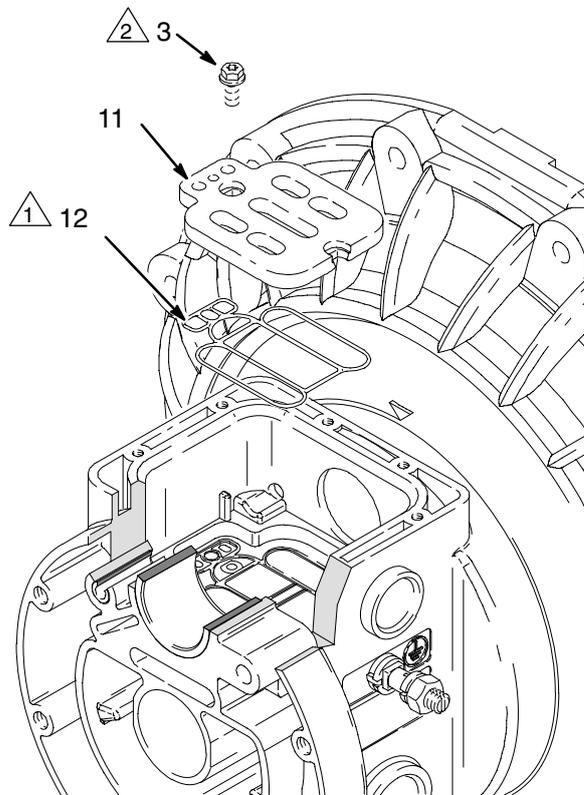

Abb. 5
2. Mit einem 7-mm-Steckschlüssel oder einem Torx®-Schraubenzieher T20 die Schrauben (3), den Luftventildeckel (5) und die Ventildeckeldichtung (20) entfernen.
3. Das Hauptventil (6) in die Mittelstellung bringen und aus dem Hohlraum ziehen. Den Ventilkopf (21) und O-Ring (22) aus dem Mitnehmer ausbauen. Mit einer Nadelzange das Schaltventil (16) gerade nach oben und aus der Kammer ziehen.
4. Die beiden Stellmotorkolben (7) aus den Lagern (8) ziehen. Die Rillendichtungen (9) von den Kolben abziehen. Die Druckstifte (18) aus den Lagern (17) ziehen. Die O-Ringe (19) mit einem O-Ring-Haken vom Gehäuse (2) entfernen.
5. Die Ventilplatte (11) im eingebauten Zustand inspizieren. Ist sie schadhaft, mit einem Torx®-Schraubenzieher T20 oder einem 7-mm-Steckschlüssel die Schrauben (3) entfernen.
6. Die Ventilplatte (11) und die Dichtung (12) entfernen. Siehe Abb. 5.
Für die Schritte 1 bis 3, siehe Abb. 5.